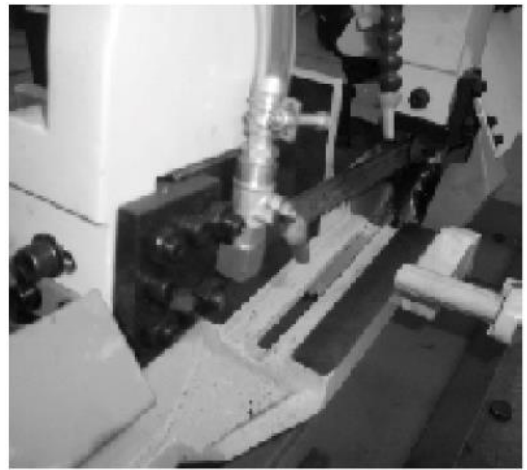

Рис. 19
Передний подшипник (Е) (рис. 18 и 19) устанавливается на кулачок и может легко регулироваться в соответствии с толщиной режущего полотна, для этого следует ослабить установочный винт (F) и повернуть вал (G) (рис. 19).